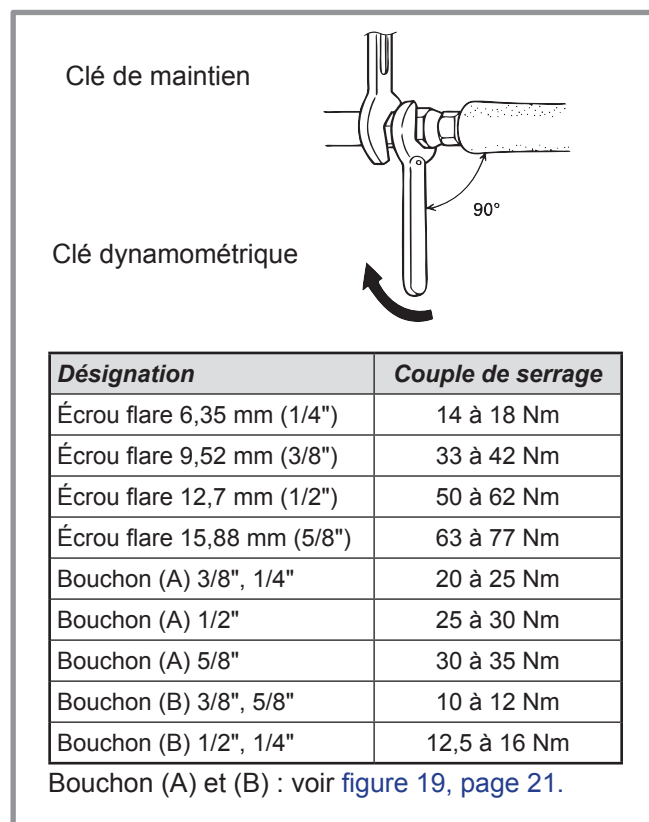

figure 17 - Couples de serrage
- Retirer les bouchons d'accès (A) aux commandes des vannes.
- Remonter les 2 bouchons d'origine (en s'assurant de leur propreté) et les serrer avec le couple de serrage indiqué au tableau figure 17, page 17. L'étanchéité dans les bouchons est réalisée uniquement métal sur métal.